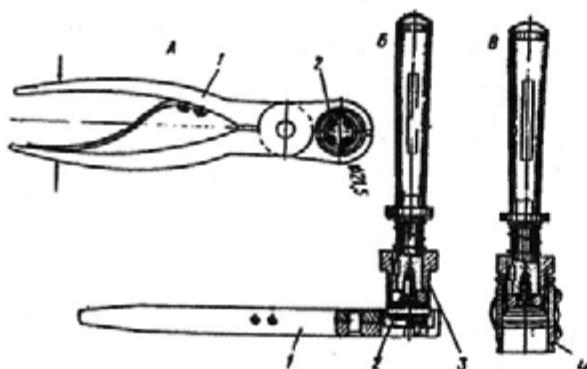

Рис. 251. Установка пружинного кольца автоматического устройства в колесный цилиндр:
**Предупреждение.** Каждое лишнее перемещение колодки, попадание грязи или применение оправки, отличной от указанной на рис. 251, может привести к образованию продольных рисок на зеркале цилиндра, способствующих течи тормозной жидкости.
4. Снимите колышко с поршня, сожмите его в клеммах и вставьте в оправку для установки колышка в цилиндр (рис. 251).